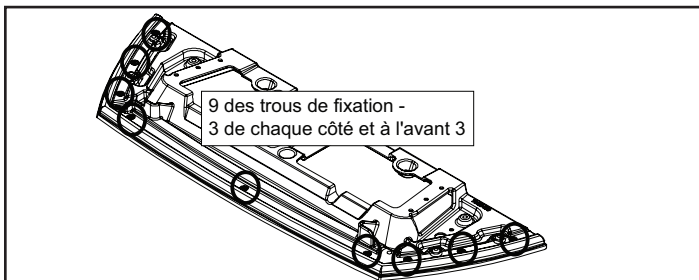

Figure 19.2
8. Ouvrez la porte et fixez le support d'âtre à l'encastré. Il y a 9 trous de montage. **Figure 19.2**